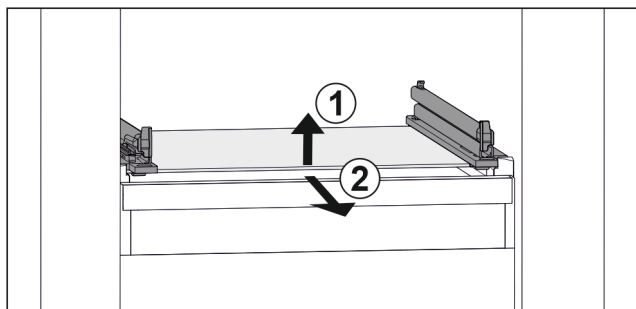

Fig. 155 Příklad znázornění skleněné desky
- ▶ Nadzvedněte skleněnou desku vpředu. *Fig. 155 (1)*
- ▶ Vyjměte skleněnou desku dopředu. *Fig. 155 (2)*